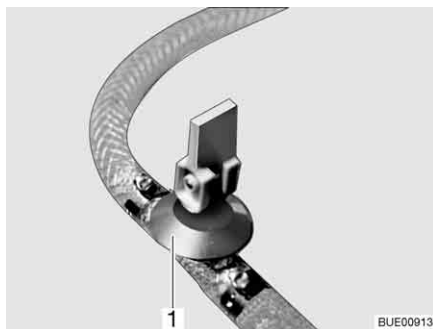
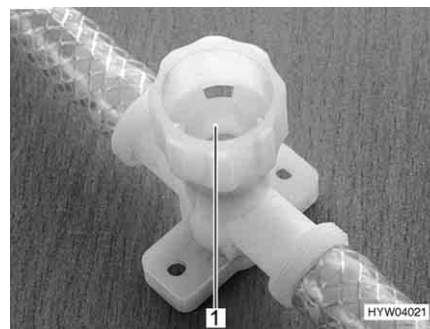

Fig. 156 Llave de desagüe (con balancín)
Fig. 157 Llave de desagüe (con tapa giratoria)
- Cerrar todas las llaves de desagüe. Para esto, poner el balancín de la llave de desagüe (Fig. 156, 1) en posición horizontal o girar la tapa de la llave de desagüe (Fig. 157, 1) en el sentido de las agujas del reloj.